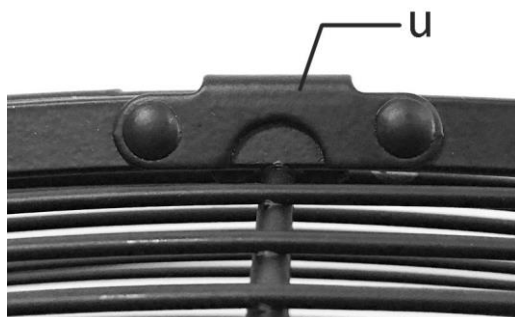

Fig. 15
1. Posizionare il gancio (u) della griglia anteriore sulla parte superiore della griglia posteriore (Fig. 15).